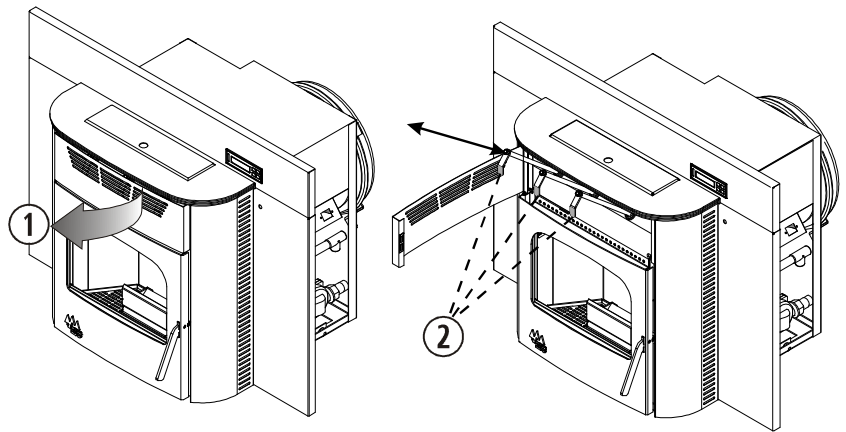

Figura 18
Si la caldera es una Hidrocopper encastrable, se debe abrir la puerta frontal como se indica en la *figura 18* y accionar repetidamente los tiradores del rastrillo (②), ésta labor es conveniente realizarla con la puerta de